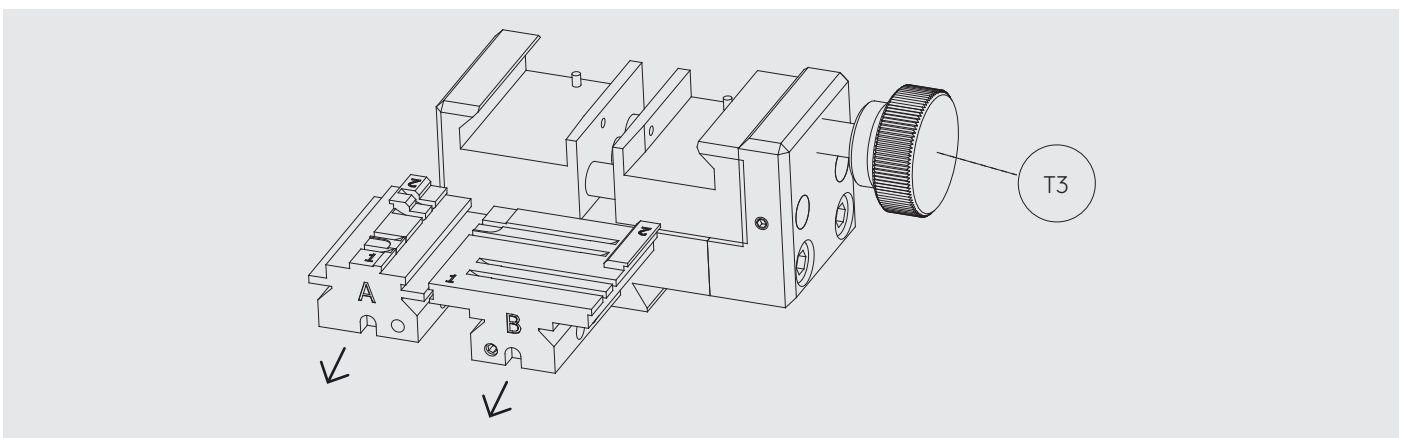

Fig.20
- 2) Empujar la(s) garra(s) con los dedos desde la parte trasera extrayendo hacia el operario. (Fig.20)
- 2) Push the grip(s) with your fingers from the rear for removal towards you. (Fig. 20)